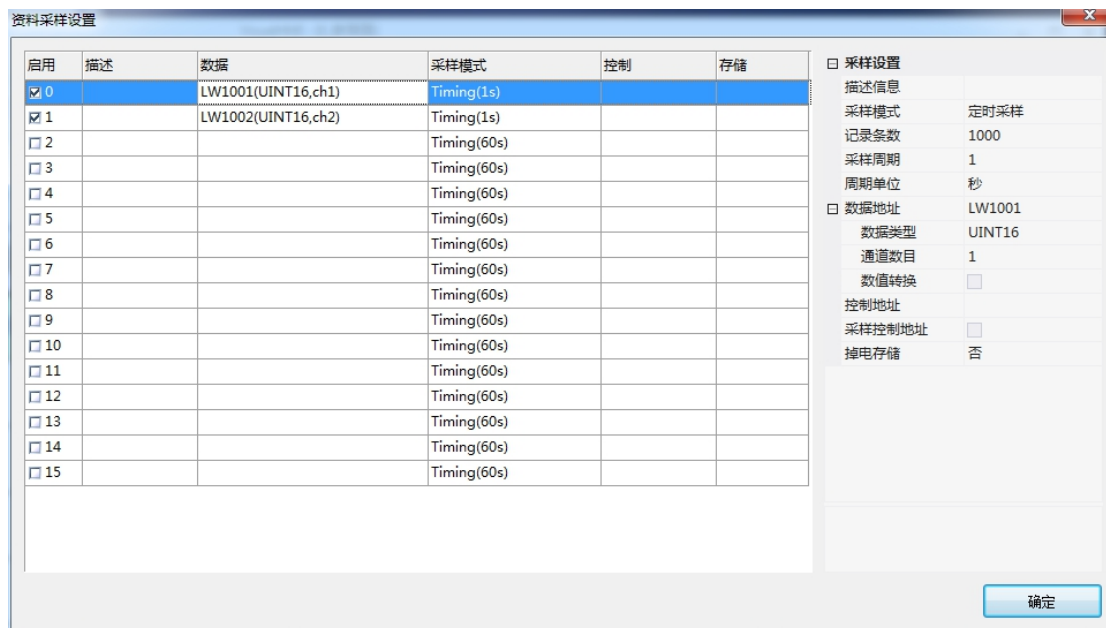

图 3-25 资源采集设置
1. 资料取样索引：打开资料采集设置（详细参考“资料采集”），如图 3-25 所示。